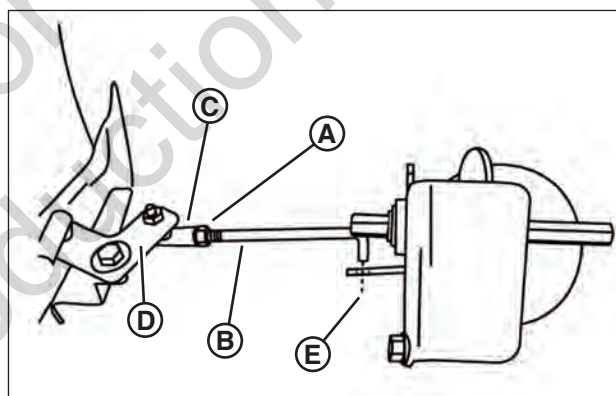

Figure 28: Réglage de la tige de transfert
- Desserrez le contre-écrou (A, Figure 28) fixant la tige de transfert (B) au joint à rotule (C) sur le support d'articulation (D).
- Tournez la tige afin qu'elle rentre et qu'elle sorte du joint à rotule jusqu'à ce que l'extrémité de la tige soit alignée avec l'orifice (E) dans le disque entraîné d'où on a retiré la tige.